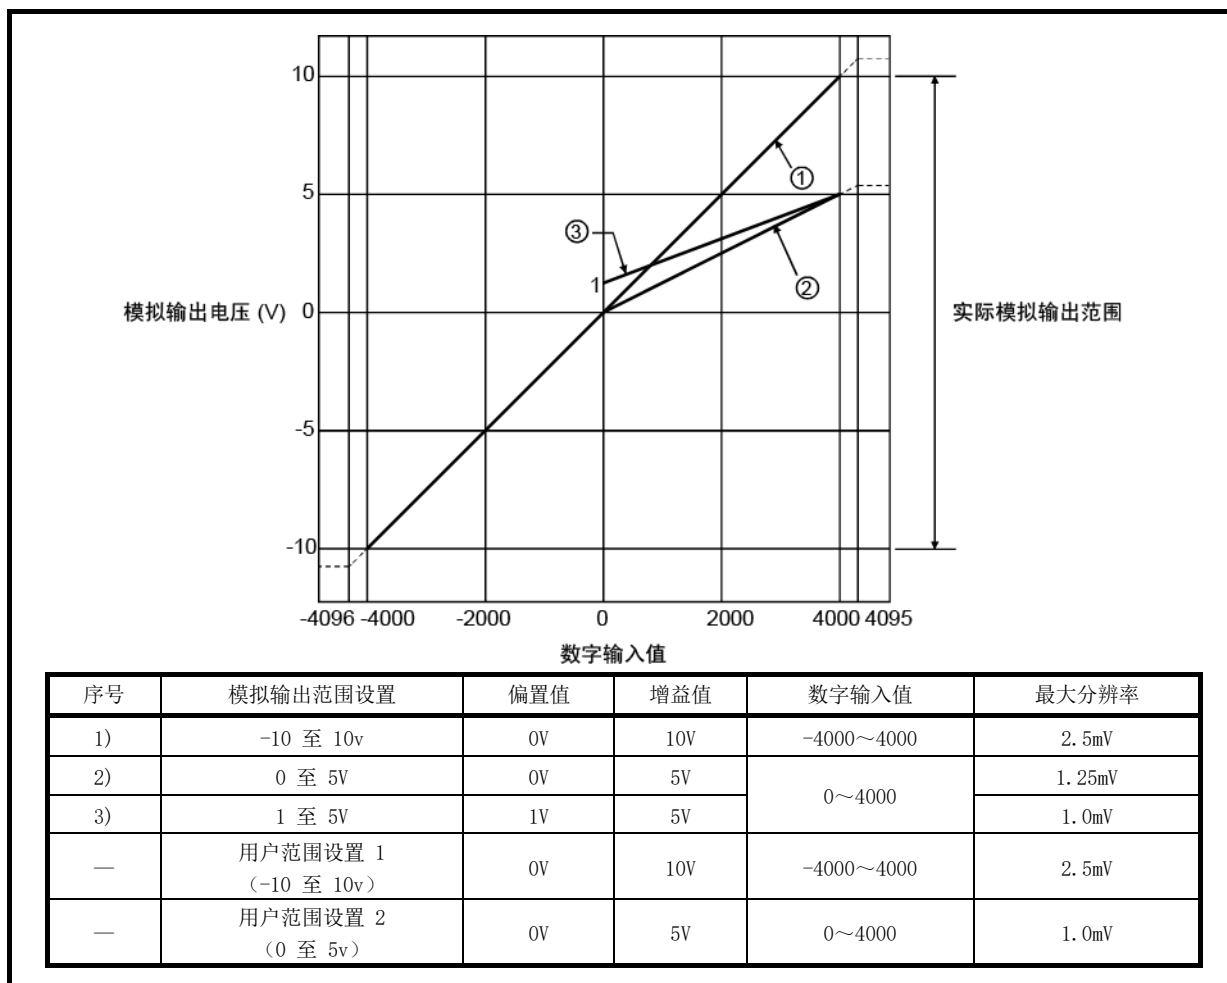

图 3.1 电压输出特性
- (1) 在每个输出范围的数字输入和模拟输出范围内，最大分辨率和精度在性能规格范围内。但是，如果超出这些范围，最大分辨率和精度可能不在性能规格范围内。（避免使用图 3.1 中的虚线部分。）
- (2) 在满足以下条件的范围之内，设置用户范围设置的偏置值和增益值。